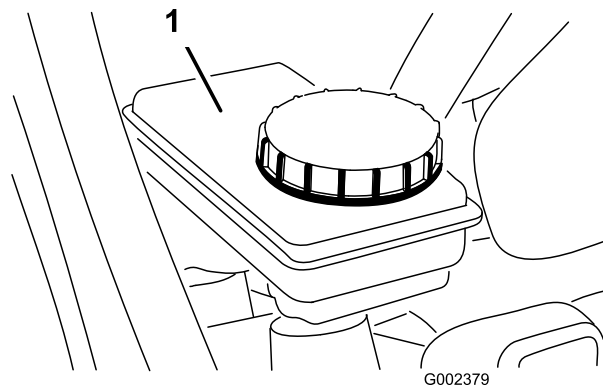

図 55
5. タンクの FULL マークまでオイルが入っているのを確認する 図 55。
6. 液量が不足している場合には、まず補給口周辺をきれいに拭き、キャップをはずして、所定のブレーキオイルを適正量まで補給する 図 55。